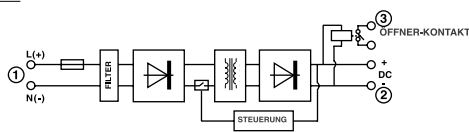

Abbildung 2
2.1 Eingang (1)
- Der in Abbildung 2 mit 1 gekennzeichnete Teil stellt die Netzspannungs- und Neutralversorgungsanschlüsse des PS-362 dar.
2.2 Ausgang (2)
- Der in Abbildung 2 mit 2 gekennzeichnete Teil stellt den DC-Spannungsausgang des PS-362 dar.
3.3 Kontaktausgang (3)
Montage (Abbildung 2)